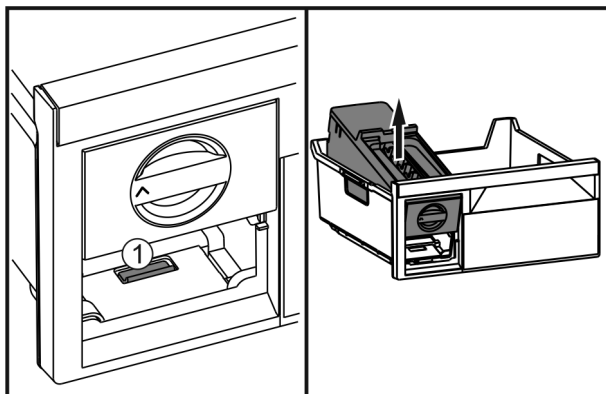

Fig. 47
- Stlačte západku Fig. 47 (1), EasyTwist-Ice zezadu zvedněte a vyjměte z mrazicí zásuvky.